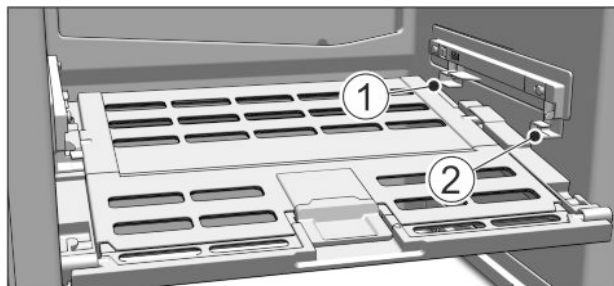

Fig. 73
- ▶ Wkładanie pokrywy Fruit & Vegetable-Safe: Ramiona pokrywy wprowadzić od dołu do tylnego uchwyty Fig. 73 (1) i zazębić z przodu w uchwyty Fig. 73 (2).